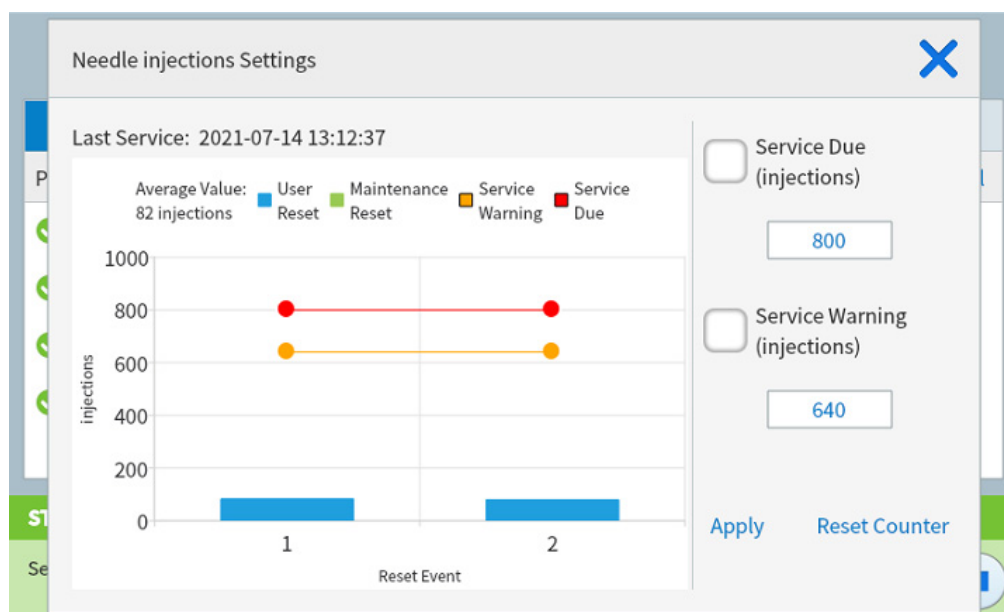

Figura 47. Finestra di dialogo Impostazioni
- 2 Selezionare l'elenco **Details** per il contatore da modificare. La finestra di dialogo include un grafico delle tendenze degli eventi di azzeramento di questo contatore. Consultare **Figura 47**.